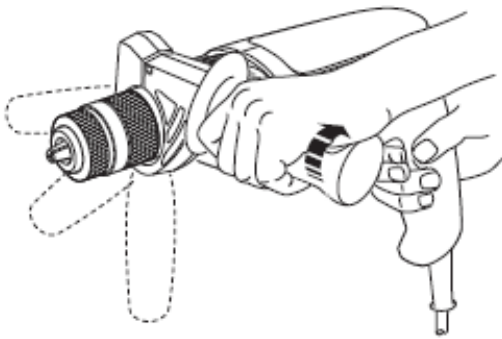

FIGURA 3
1. Gire la empuñadura en sentido antihorario hasta que el mango de apoyo (figura 3) pueda deslizar sobre la parte frontal de la herramienta, como aparece ilustrado en la figura 3. Ajústela en la posición deseada.